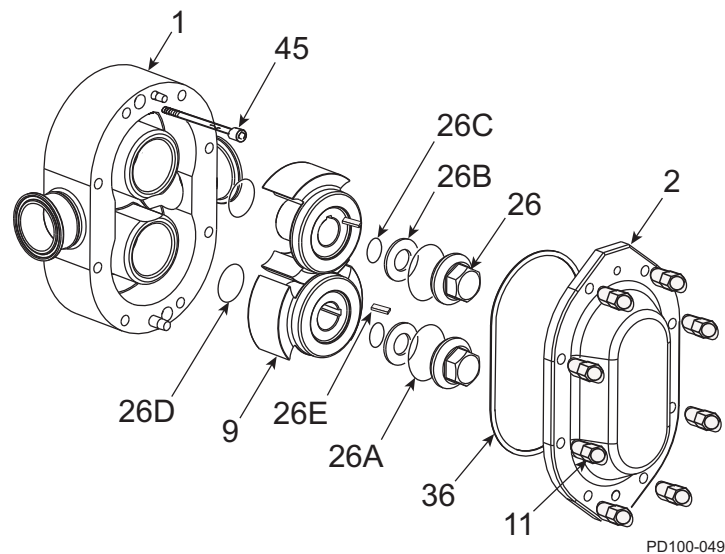
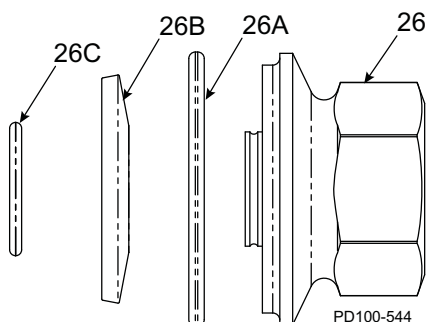
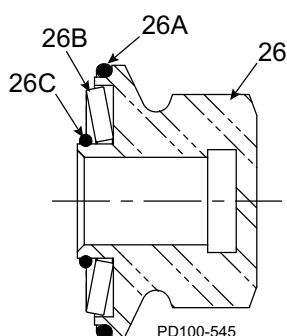

Abbildung 44 - Explosionszeichnung Fluidkopf
Abbildung 45 - Rotormutterbaugruppe
Abbildung 46 - Querschnittsansicht der Rotormutterbaugruppe, wie montiert
2. Montieren Sie das Gehäuse (Abbildung 44, Pos. 1) an der Getriebegehäusebaugruppe und fluchten Sie das Gehäuse mit den Gehäusestehbolzen. Die Dichtungen dürfen nicht beschädigt werden, wenn das Gehäuse über die Wellen gezogen wird.
3. Sichern Sie das Pumpengehäuse mittels der beiden Inbusschrauben (Abbildung 44, Pos. 45) am Getriebegehäuse.
1. Schmieren Sie den O-Ring der Rotornabe (Abbildung 44, Pos. 26D) mit einer Schmiermittelmischung, die mit dem O-Ring-Material und der/den Prozessflüssigkeit(en) kompatibel ist.
HINWEIS: Einzelheiten zur Montage der Rotormutter, einschließlich der Ausrichtung der Belleville-Unterlegscheibe (Pos. 26B), siehe Abbildung 45 und Abbildung 46 auf Seite 50.
Siehe Abbildung 44 auf Seite 49 sowie Abbildung 45 und Abbildung 46 auf dieser Seite.
1. Reinigen Sie den O-Ring des Deckels (Siehe Abbildung 44 auf Seite 49, Pos. 36) und setzen Sie ihn in die Nut im Deckel ein.
3. Montieren Sie den Deckel (Siehe Abbildung 44 auf Seite 49, Pos. 2) am Pumpengehäuse.
5. Ziehen Sie den Deckel mit den Deckelmuttern (Siehe Abbildung 44 auf Seite 49, Pos. 11) gemäß der Tabelle 10 fest an.